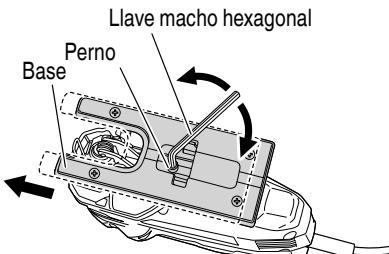

Fig. 12
- (2) Mueva la base completamente hacia adelante, y vuelva a apretar el perno de la base. (Fig. 12)
- (1) Afloje el perno de base con la llave macho hexagonal provista en la base. (Fig. 12)
- (3) Ajuste la posición orbital a "0".
- (3) Apriete de nuevo el perno de base. (Fig. 12)
- (4) Ajuste la posición orbital a "0" - "III".